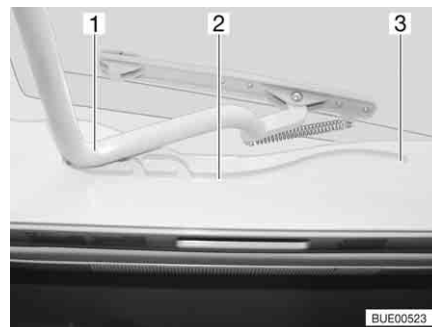

Fig. 55 Guida (oblò Heki)
- Tirare la staffa (Fig. 55,1) nelle guide (Fig. 55,2) fino alla posizione più all'indietro (Fig. 55,3).
- Spingere la staffa (Fig. 55,1) leggermente verso l'alto con ambedue le mani.
- Tirare la staffa nelle guide (Fig. 55,2) fino alla posizione desiderata.